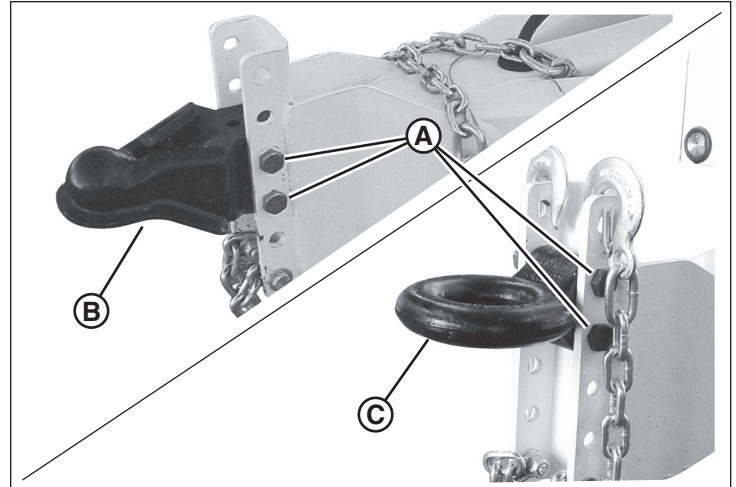

Figura 6
2. Retire las dos contratuercas y los tornillos de cabeza hexagonal (A, Figura 6) que fijan el acoplador del remolque (B) o el argollón de contera (C) a la lengua. Deseche las contratuercas.